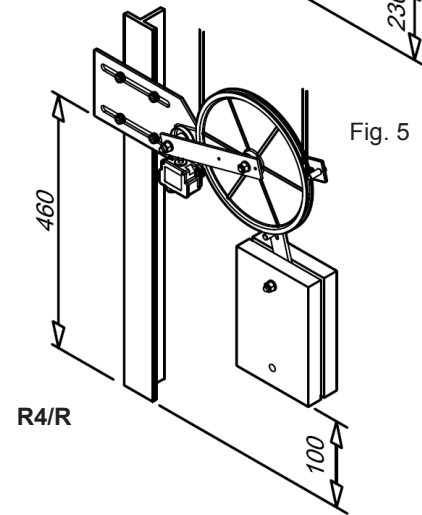

Fig. 5
Nel modello con contrappeso verticale montare la staffa di fissaggio a circa 460mm (valore approssimativo: Fig. 5) dal fondo del pozzo.
- Nel modello con contrappeso verticale tenere una distanza di circa 100mm tra il contrappeso e il fondo del pozzo (Fig. 5).